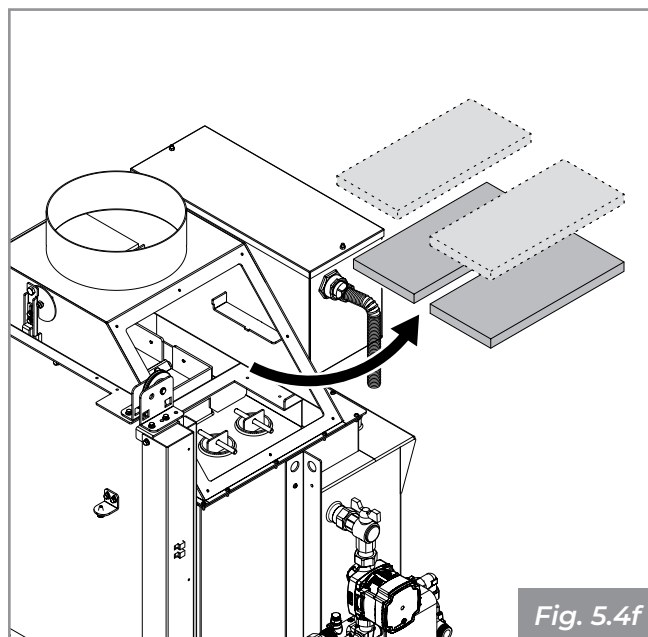

Fig. 5.4f
- Extraire les déflecteurs de fumée en magnofix et éliminer les résidus de suie (**Fig. 5.4f**) ;